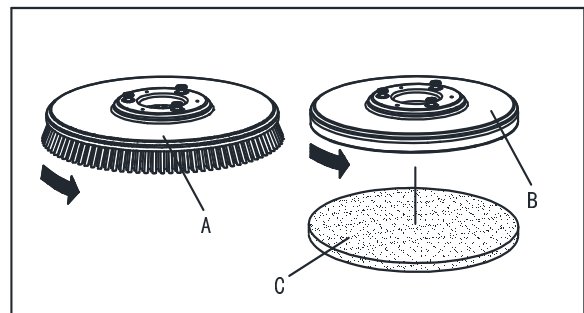

Figure 5
Installer soit la brosse (A, Figure 5) ou le plateau support disque (B et C, Figure 5) selon le type de sol à nettoyer.
1. Insérer la clé de contact (35) et la tourner sur "O".
2. Soulever la plate-forme en appuyant sur la pédale (9).
3. Le cas échéant, tourner le dispositif de réglage de vitesse (40) au ralenti en le tournant dans le sens antihoraire.
4. Placer les brosses (A, Fig. 5) ou le plateau support disque (B) sous la plate-forme (21).
5. Abaisser la plate-forme sur les brosses/les plateaux support disque en appuyant sur la pédale (9).
6. Tourner la clé de contact (35) sur "I".
7. Appuyer sur le commutateur de la brosse/du plateau support disque et du système d'aspiration (46).
8. Appuyez sur l'un des commutateurs d'entraînement de brosse/avant (34) pour engager la brosse/le plateau support disque, puis le relâcher. Si nécessaire, répéter la procédure jusqu'à ce que les brosses/le plateau support disque soient engagés.
9. Si l'étape N° 8, ci-dessus, s'avère difficile, utiliser la méthode manuelle en tournant la brosse/le plateau support disque dans le sens opposé au sens de rotation normale, et il/elle peut être enlevé(e). (Comme indiqué sur la Figure 5).